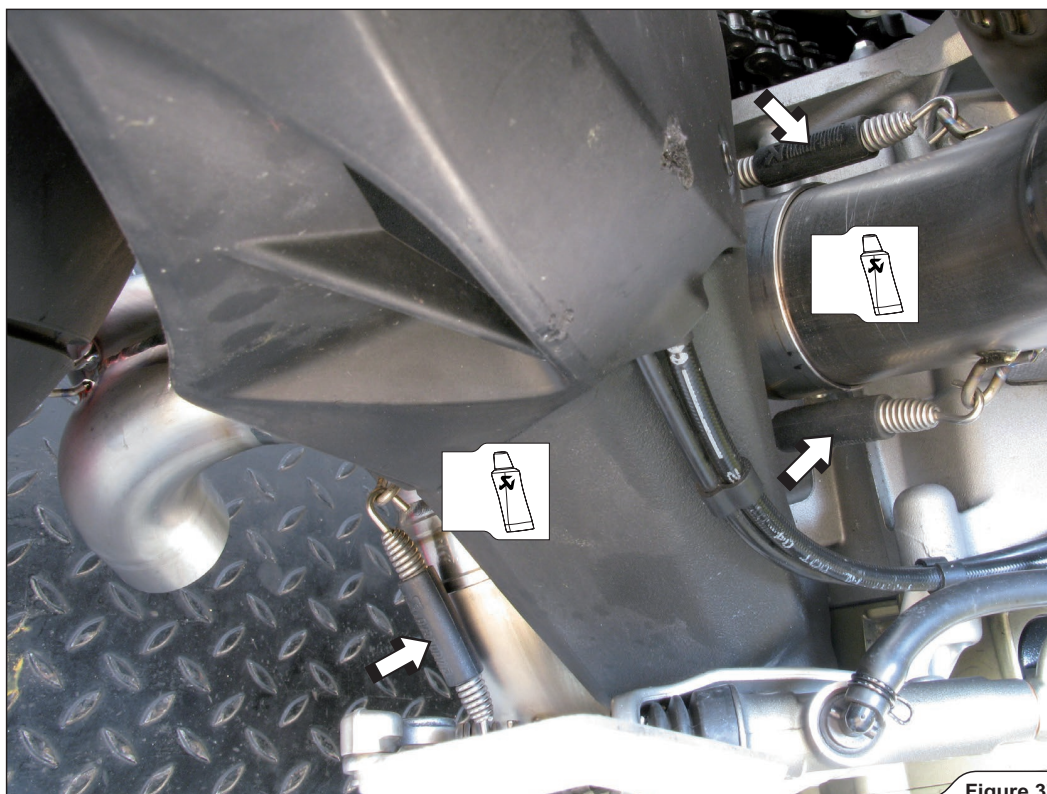

Figure 37
9. Faire coulisser le collecteur sur les deux tuyaux de raccordement et accrocher les ressorts (Figure 37).
9. Den Krümmern auf beide Verbindungsrohre schieben und die Federn anschließen (Figure 37).